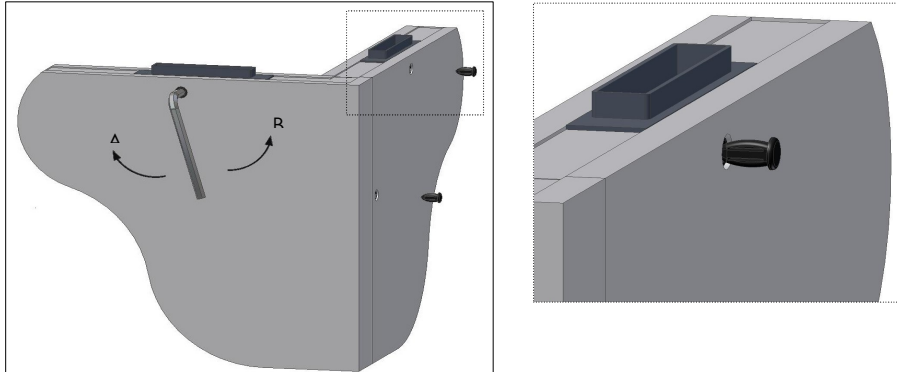

Fig. 11
- Drehen Sie den Werkzeugschlüssel im Uhrzeigersinn bis zum Anschlag (Abb. 11 – Position **A**);
- Drehen Sie den Werkzeugschlüssel in die Gegenrichtung bis es sich verbindet. (Abb. 11 – Position **B**)
- Nachdem Sie die Schrauben geschraubt haben, stellen Sie die Kunststoffstopfen auf dem Loch (Abb.11).